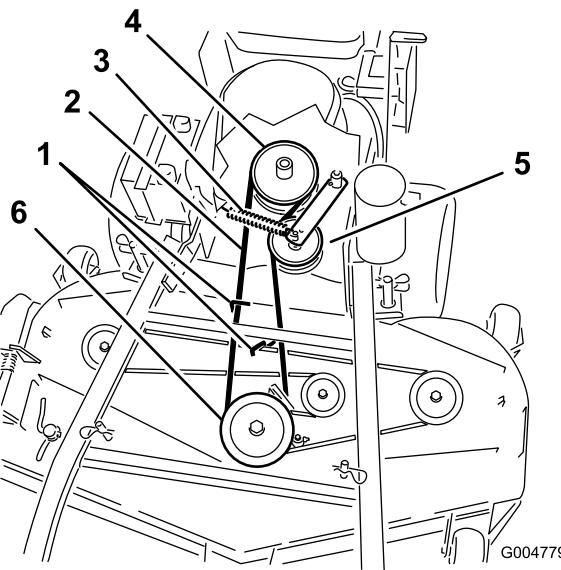
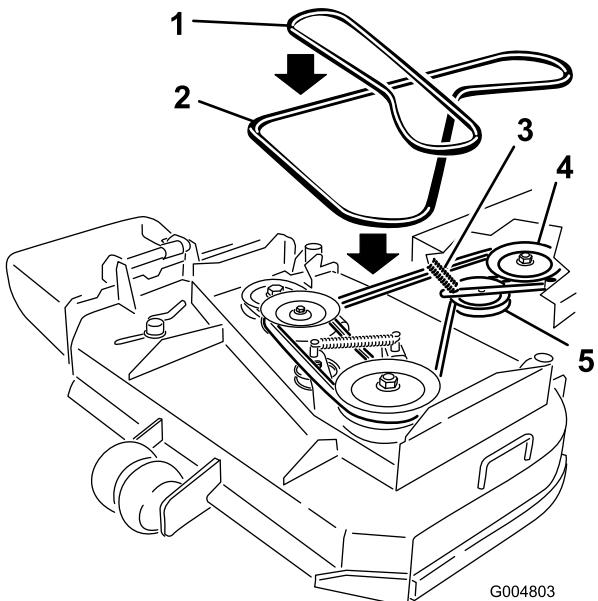

Figure 64
Figure 65
6. Retirez la courroie de la poulie centrale sur le plateau de coupe (Figure 64). Reportez-vous à la Figure 65 pour enlever la courroie de la poulie gauche sur un plateau de coupe de 36 pouces. Procédez avec précaution lors du retrait de la courroie, car la tension est augmentée par la poulie de tension rappelée par ressort.
7. Retirez la courroie de la poulie de moteur et la poulie de tension rappelée par ressort (Figure 64). Reportez-vous à la Figure 65 pour déposer la courroie des poulies sur le plateau de coupe de 36 pouces.
8. Placez une courroie neuve sur la poulie de moteur et la poulie de tension rappelée par ressort (Figure 64).
9. Installez la courroie sur la poulie centrale du plateau de coupe (Figure 64). Procédez avec précaution lors de la reposse de la courroie, car la tension est augmentée par la poulie de tension rappelée par ressort. Reportez-vous à la Figure 65 pour installer la courroie sur la poulie gauche sur un plateau de coupe de 36 pouces.
11. Réglez l'écartement entre le guide et la courroie à 3 mm (1/8 po) pour les plateaux de coupe de 40, 48 et 52 pouces (Figure 64).